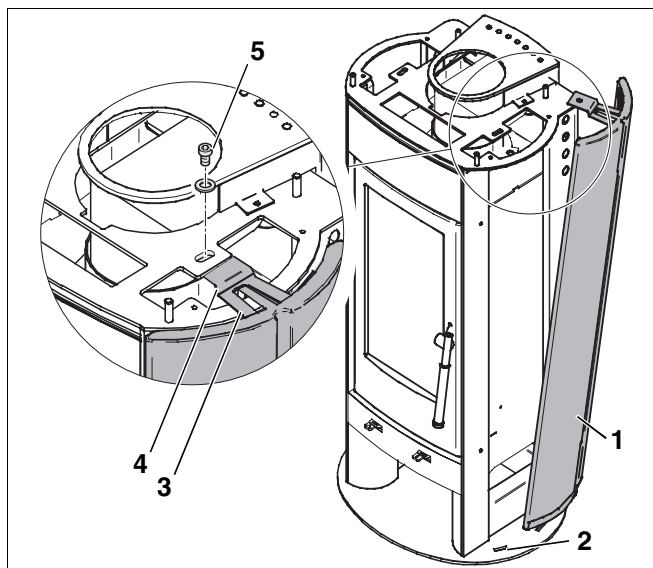

Abb. 15 Seitenkacheln einhängen
- Seitenkacheln (Abb. 15, **Pos. 1**) unten in die dafür vorgesehenen Einkerbungen (Abb. 15, **Pos. 2**) hineinstellen.
- Seitenkacheln oben so gegen den Kaminofen drücken, dass die Regulierungsbügel (Abb. 15, **Pos. 3**) unter das Distanzstück (Abb. 15, **Pos. 4**) gleiten.
- Seitenkacheln ausrichten und den Regulierungsbügel mit den Schrauben und Unterlegscheiben (Abb. 15, **Pos. 5**) am Distanzstück befestigen.